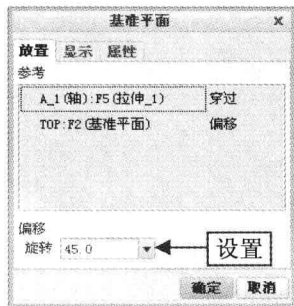

图 14-46 “基准平面”对话框
Step 03 在“模型”选项卡中,单击“基准”面板中的“平面”按钮,弹出“基准平面”对话框,按住【Ctrl】键的同时,在绘图区选择 A_1 轴和 TOP 基准平面,在“旋转”数值框中输入 45,如图 14-46 所示。